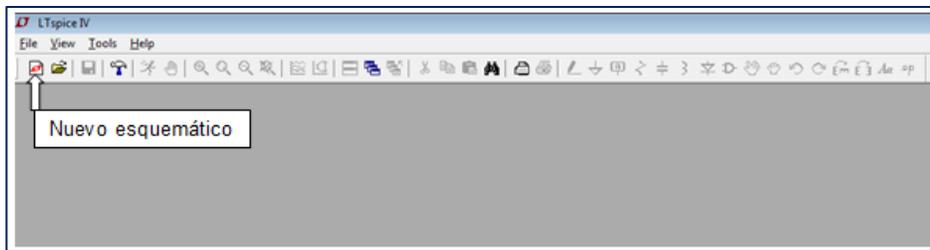
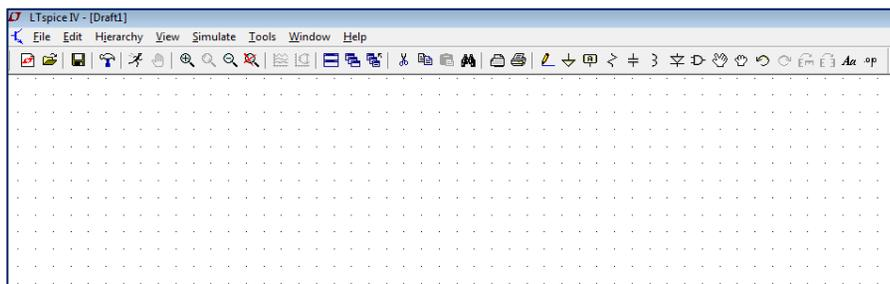

Figura 2
Figura 3
1- Accediendo al programa se abre la pantalla de la Figura 2
- 2- Abrir una nueva hoja de trabajo donde se creará el esquema del circuito. Para ello hacer clic sobre el icono de nuevo esquemático indicado en la Figura 2. Se abre una pantalla que muestra la nueva hoja de trabajo. La opción *View* → *Show Grid* permite activar o desactivar una grilla que sirve de referencia para el dibujo del circuito. La opción *Zoom back* (lupa con signo menos) permite escalar el dibujo. Resulta una pantalla como la de la Figura 3, lista para iniciar el armado del circuito.